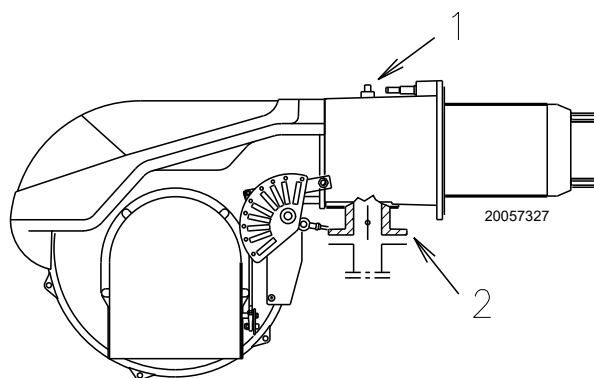

Fig. 21
Pression de gaz mesurée à la prise 1)(Fig. 21 à la page 24), avec :
Perte de charge vanne papillon gaz 2)(Fig. 21 à la page 24) avec ouverture maximale : 90°.
- soustraire de la pression du gaz à la prise 1)(Fig. 21) la pression dans la chambre de combustion.
Pression du gaz à la prise 1)(Fig. 21) = 17,7 mbars
Pour connaître par contre la pression de gaz nécessaire à la prise 1) (Fig. 21), après avoir défini la puissance de modulation maximale à laquelle on désire faire fonctionner le brûleur:
- Lire sur la droite, colonne 1, la pression à la prise 1) (Fig. 21).
pression nécessaire à la prise 1)(Fig. 21).